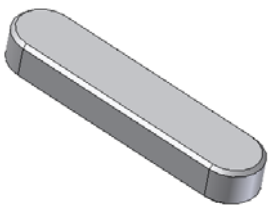

图 6-25 平键
②对平键的设计过程做简单介绍，平键（模型文件位于“\第 6 章”目录下，文件名为“平键.ipt”）如图 6-25 所示。平键是通过拉伸得到的，首先创建拉伸的草图几何图形，如图 6-26 所示，注意两端圆弧均与两条直线在交点处相切。然后以该几何图形为截面进行拉伸，拉伸深度为 10，如图 6-27 拉伸示意图所示。将拉伸得到的平键主体进行倒角即可得到图 6-25 所示的平键。